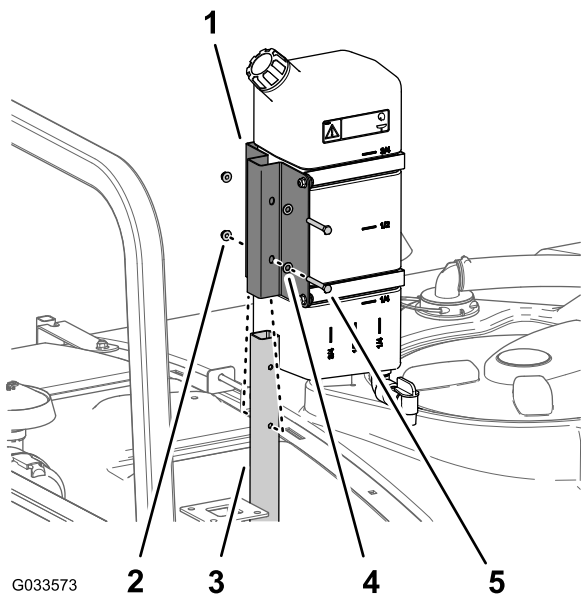

Figura 45
1. Monte o depósito de água limpa e instale no tubo de suporte com os dois parafusos (5/16 pol. x 2¼ pol.) e duas porcas de bloqueio flangeadas (5/16 pol.) como se mostra na Figura 45.